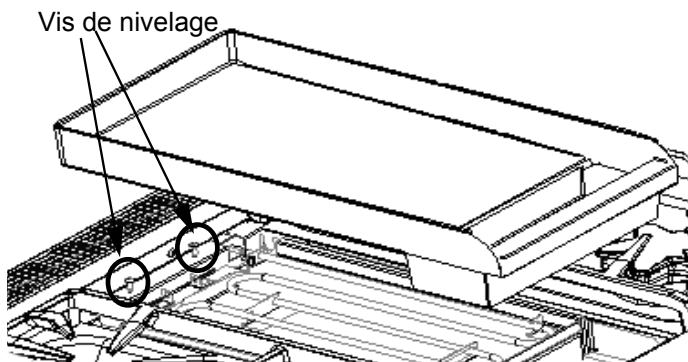

Figure 25 : Vis de nivelage de la plaque chauffante
3. Remplacez le panneau à l'une des cinq positions de trou de vis, comme illustré sur la *Figure 25*. Réinstallez les vis Torx.